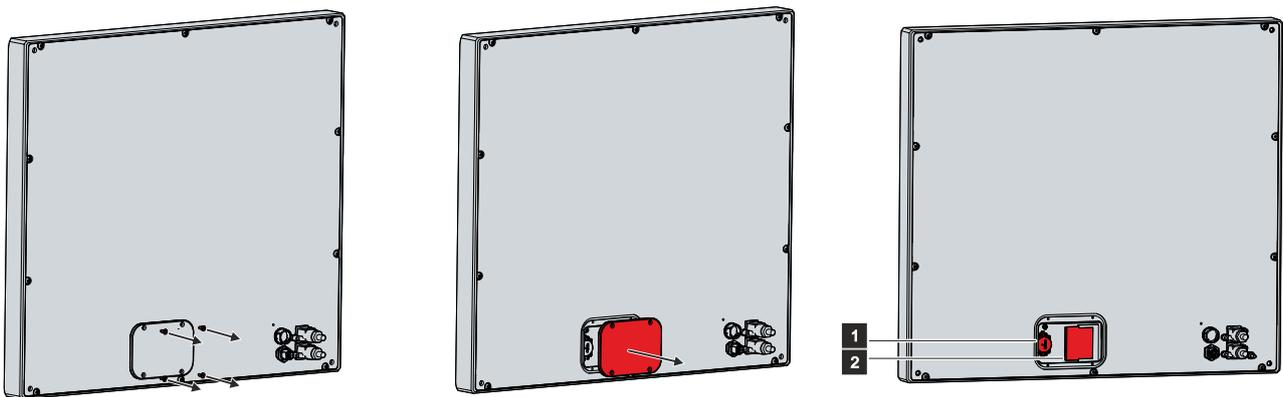

Abb. 12: CP77xx_Zugang Gerätekomponenten
Sie erhalten Zugang zu der Batterie (1) und dem Speichermedium (2) über die Rückseite des Panel-PCs. Die Komponenten befinden sich hinter einer Abdeckung. Um Zugang zu den Gerätekomponenten zu erhalten, lösen Sie die vier M3x8-Schrauben und entfernen Sie die Abdeckung (siehe Abb. 12).